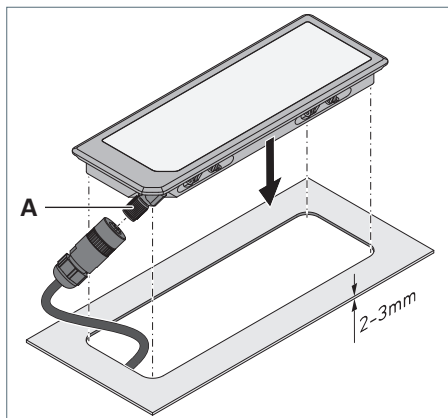

Fig. 5: APE – Monter le luminaire.
- Enfilez le câble de raccordement et le connecteur à travers le renforcement, voir Fig. 5.